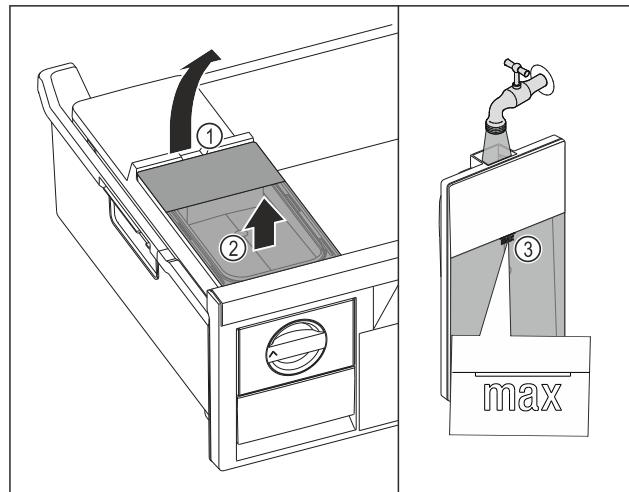

Fig. 71
- ▶ 从凹槽 Fig. 71 (1) 抬起水箱。
- ▶ 向上取出水箱。Fig. 71 (2)
- ▶ 向水箱注入饮用水，直至标记 Fig. 71 (3)。